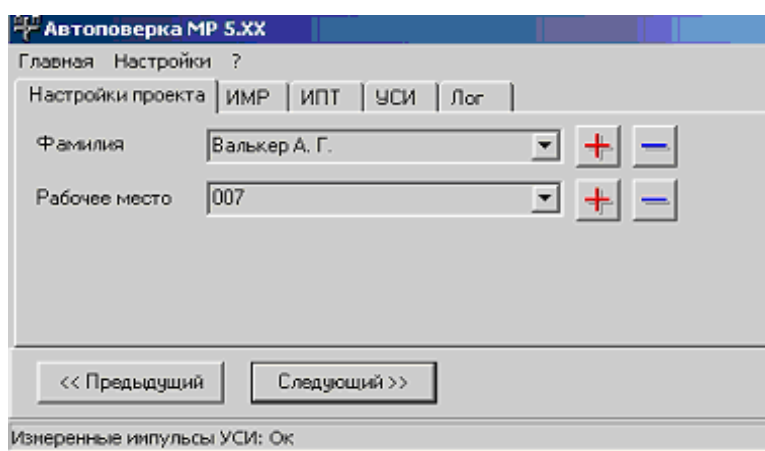

Рис.16. Вид вкладки «Настройка проекта».
2.5.3.1. Нажать кнопку **Следующий**. Ввести данные в открывшейся вкладке **Настройка проекта**. Поля **Фамилия** и **Рабочее место** можно не заполнять (рис.16).